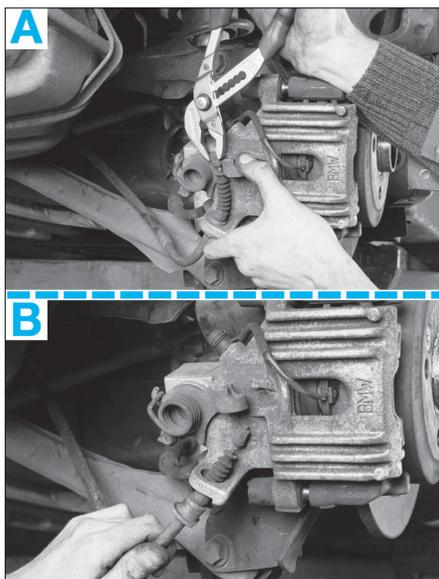

FIG. 16
- Extraire le câble du frein de stationnement de l'étrier (Fig.16).